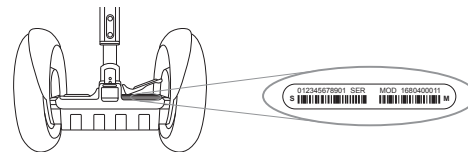

Figura 1: posizione del numero di serie del Segway PT
2. Il numero di serie, a 12 cifre con un "1" iniziale, è riportato sul lato sinistro dell'etichetta (vedere la **Figura 1**).